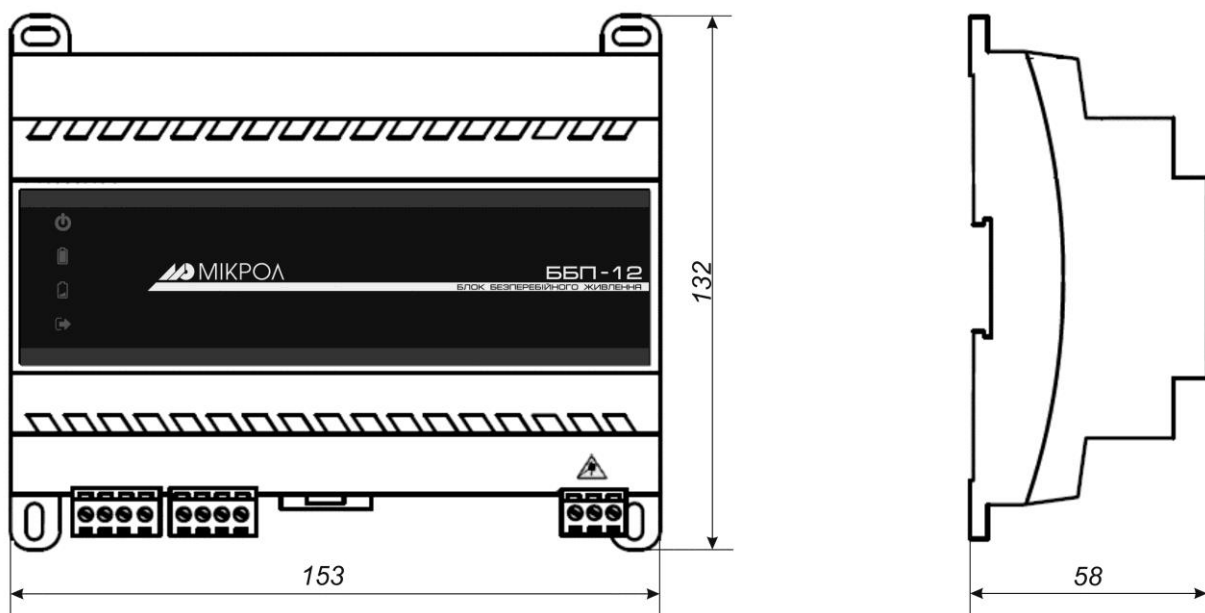

Рисунок 1.4.1 – Зовнішній вигляд і габаритні розміри блоку ББП-12
1.4.1.1 Загальний вигляд і габаритні розміри блоку ББП-12 наведені на рис. 1.4.1